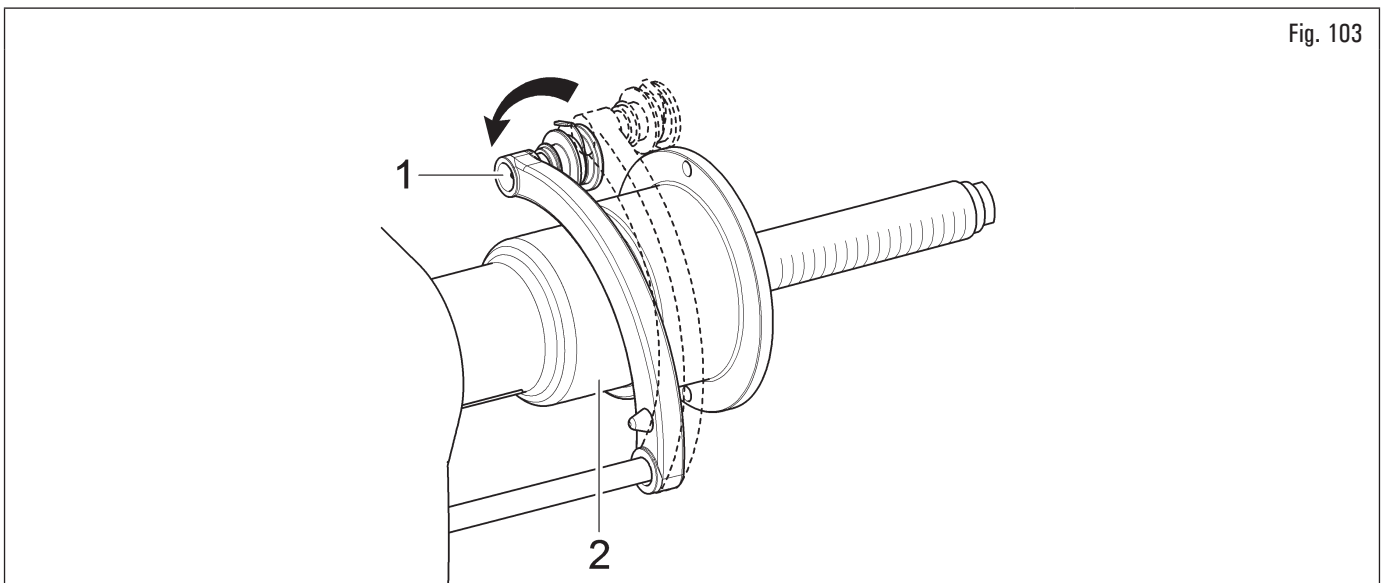

Fig. 103
En portant plusieurs fois les bras de la tige (Fig. 103 Réf. 1) à contact avec le mandrin (Fig. 103 Réf. 2), le programme fait alterner cycliquement « STATIQUE », « STATIQUE 1 » et « STATIQUE 2 », pour recommencer ensuite depuis le début.
2. lorsqu'on porte la pince d'application poids à contact avec la partie interne de la jante (2 points de contact) (voir Fig. 103) on sélectionne le programme « ALU-S » ;
En portant plusieurs fois les bras de la tige (Fig. 103 réf. 1) à contact avec le mandrin (Fig. 103 réf. 2), le programme fait alterner cycliquement « ALU-S », « ALU-S1 » et « ALU-S2 », pour recommencer ensuite depuis le début.